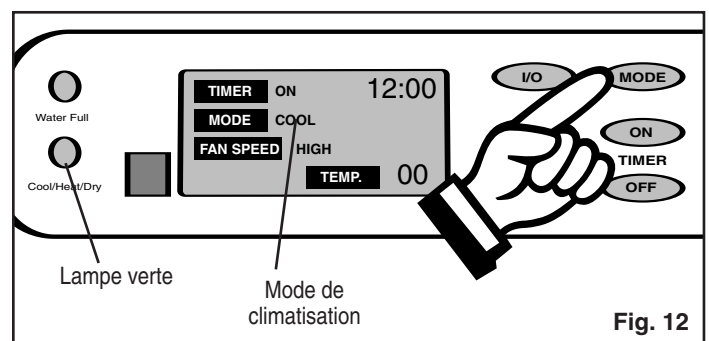

Fig. 12
- 3) Appuyez sur la touche **MODE** jusqu'à ce que le mot **COOL** (refroidissement) soit indiqué sur l'**ACL** (Affichage à cristaux liquides). *Fig. 12.* Chaque appui sur la touche **MODE** change le réglage de mode (**Refroidissement- chaleur- déshumidification-ventilation**)